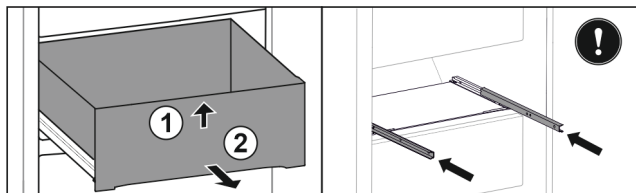

Fig. 158
- ▶ Løft skuffen foran. *Fig. 158 (1)*
- ▶ Ta ut skuffen framover. *Fig. 158 (2)*